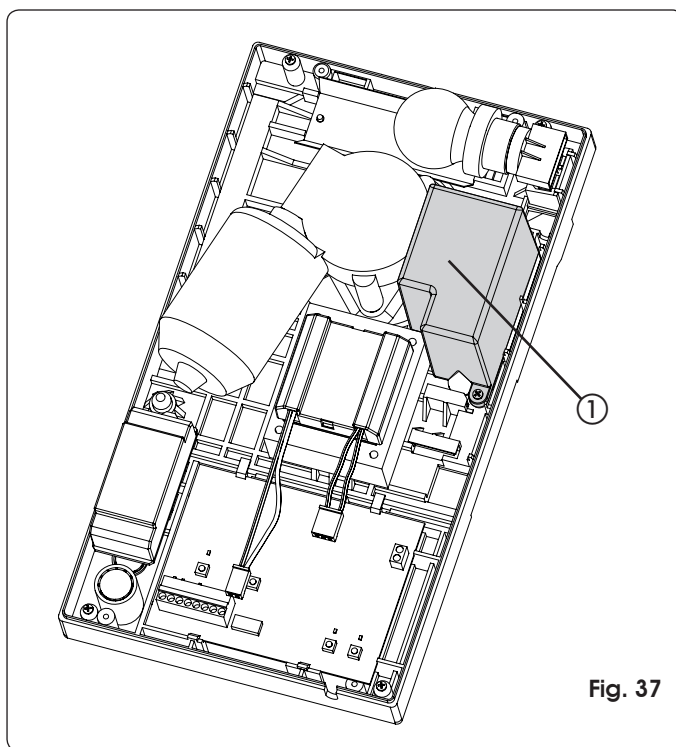

Fig. 37
El kit baterías también permite accionar la automatización cuando falta la alimentación de línea. El alojamiento de las baterías está previsto en el interior del operador (Fig. 37 ref. ①) por medio de un tornillo suministrado en dotación.